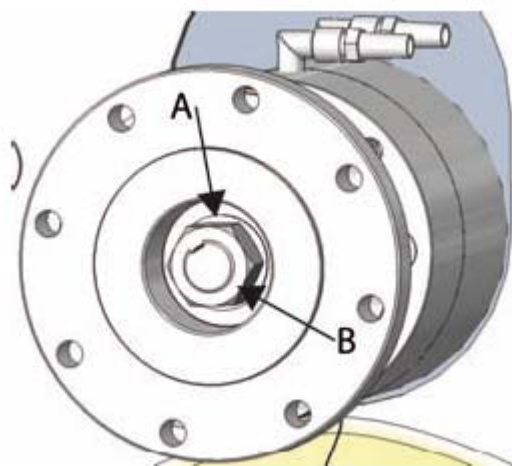

Figura 4. Dado di fissaggio della flangia
Il dado di fissaggio della flangia ha un fermo di sicurezza (figura 4, punto A). Prima di poterlo svitare sarà necessario ribattere il fermo di sicurezza.
4. Svitare il dado (figura 4, punto B) e togliere la flangia con un estrattore.